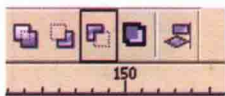
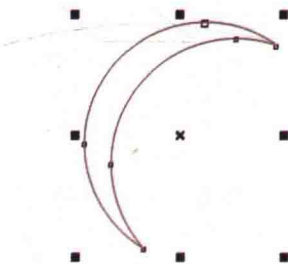

图1-5
图1-6
STEP 04 按【Ctrl+A】组合键，选择所绘制的全部图形，执行菜单栏中的【排列】/【修整】/【后减前】命令，或单击属性栏的“后减前”按钮，如图1-5所示。进行后减前操作，效果如图1-6所示。